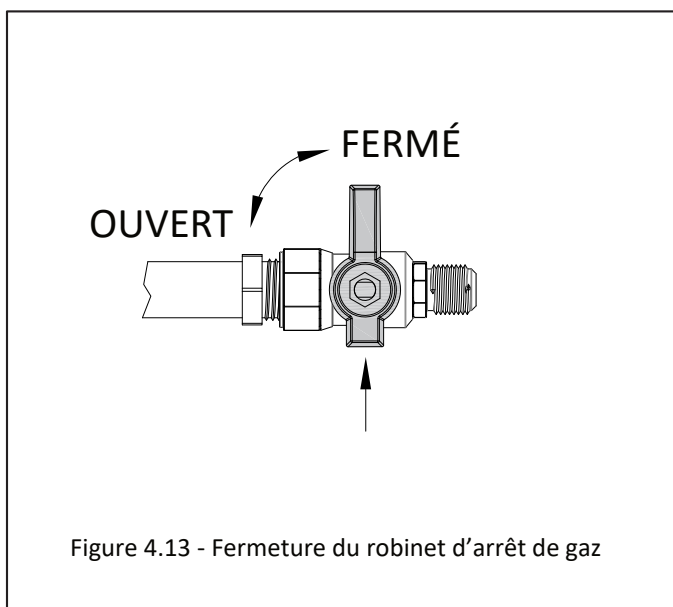

Figure 4.13 - Fermeture du robinet d'arrêt de gaz
1. Premièrement, fermez le robinet d'arrêt manuel principal, situé en amont du raccord d'alimentation de l'appareil (Figure 4.13). Ensuite, coupez l'alimentation électrique au foyer.